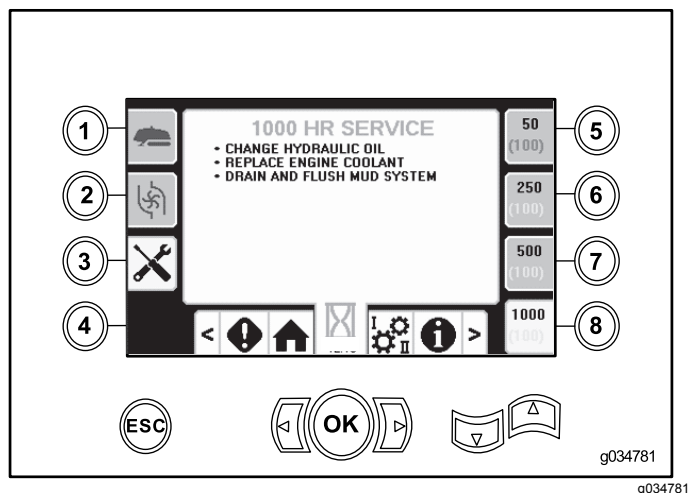

Figure 54
- Bouton 8 – à 1000 heures (Figure 54)